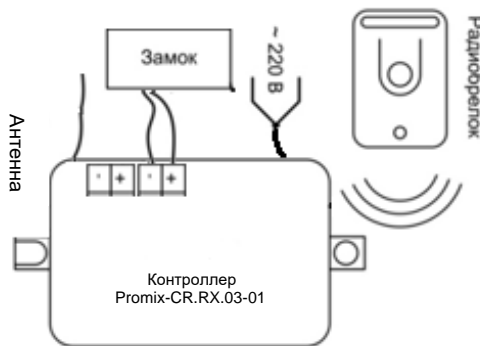

Рис. 16. Схема подключения контроллера
5. Подключить провод замка к контроллеру согласно схеме (см. рис. 16).